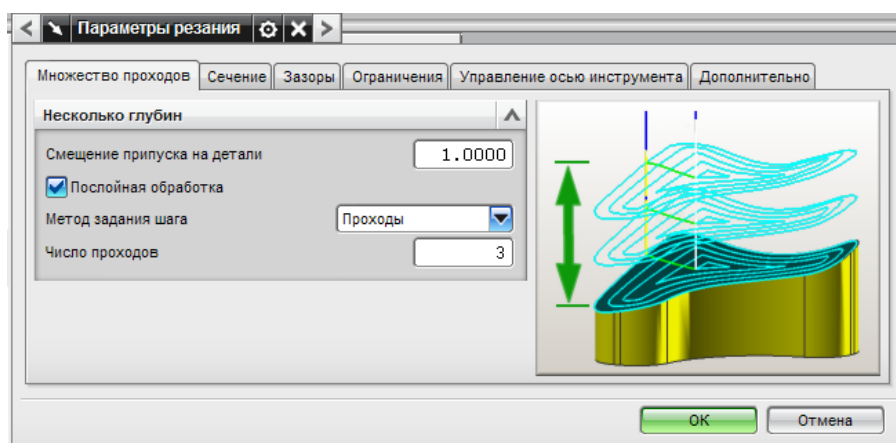

Рис. 2.71. Включение опции «Множество проходов»
- выберите закладку *Множество проходов* (см. рис. 2.71);